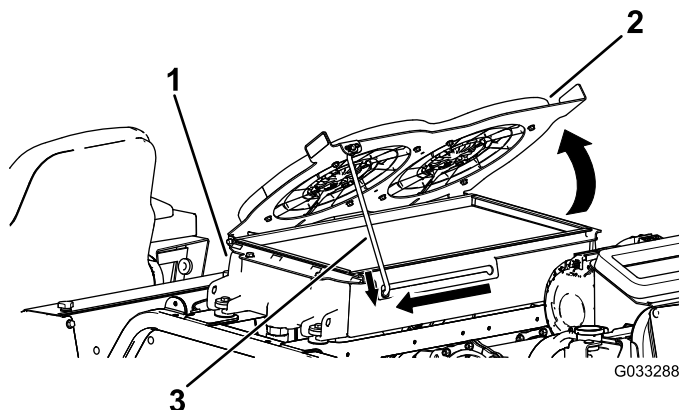

図 122
2. 油圧オイルクーラを上へ倒して**支え棒**で支える (図 122)。